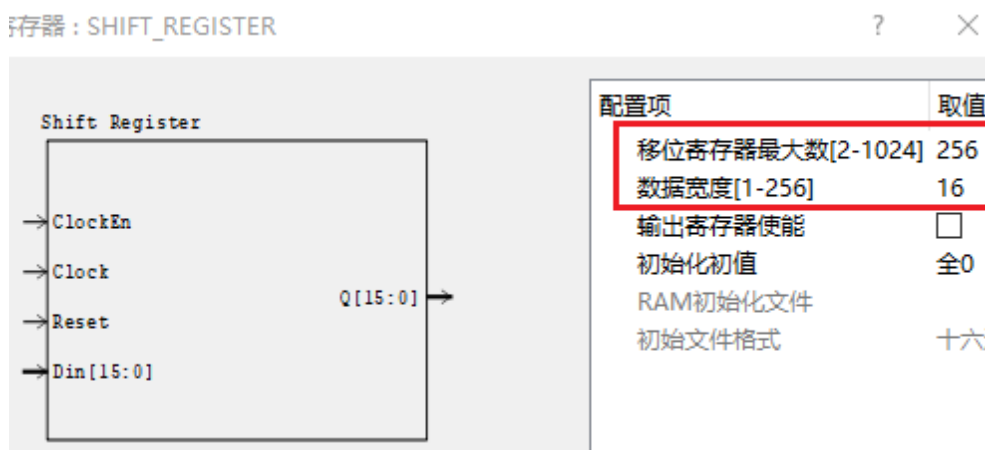

图 1-8 SHIFT_REGISTER 模块配置界面示意图
5. SHIFT_REGISTER 模块：移位寄存器 IP，将 ACM7606 输入的 16 位数据移位 256 个时钟周期进行输出，这样做的目的是在触发之后示波器能够显示在触发之前的数据，该模块的配置界面如下图 1-8 所示。